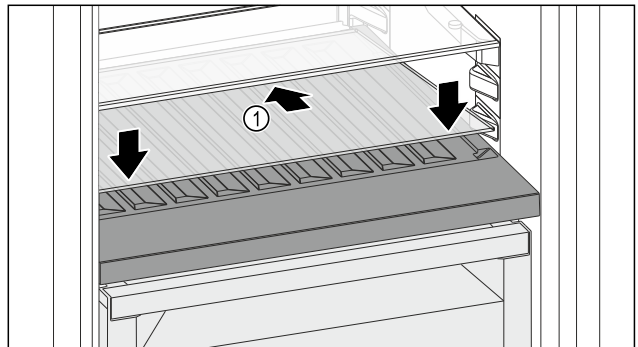

Fig. 148
- Placer la plaque de verre Fig. 148 (1) en biais et inclinée vers le bas.
- Abaisser l'avant de la plaque de verre Fig. 148 (1).